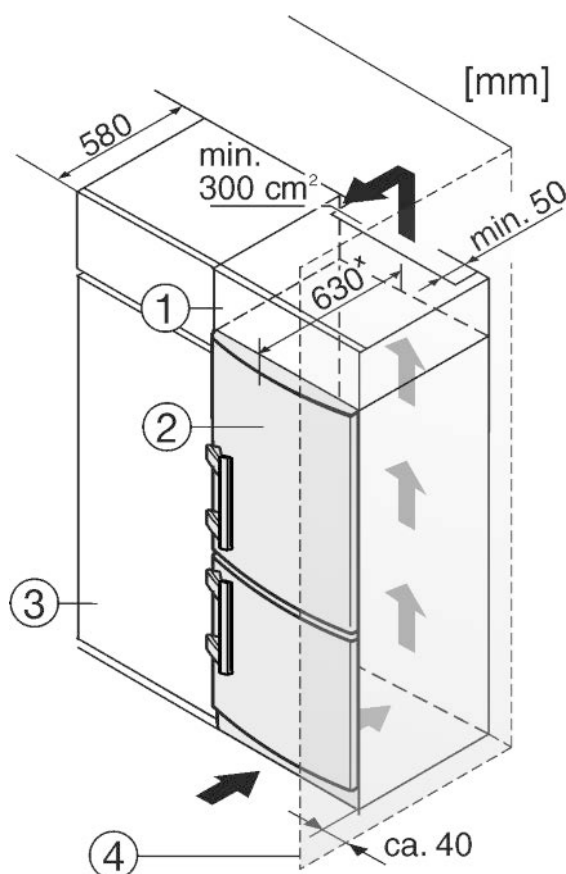

Fig. 9
(1) Колонна на столешницу
(2) Устройство
(3) Кухонный шкаф
(4) Стена
Устройство может быть окружено предметами кухонной обстановки. Чтобы уравнивать устройство *Fig. 9 (2)* по высоте с кухонной стенкой, можно установить над устройством соответствующий дополнительный шкафчик *Fig. 9 (1)*.
При комбинировании с кухонными шкафами (глубина макс. 580 мм) устройство можно установить непосредственно рядом с кухонным шкафом *Fig. 9 (3)*. Устройство выступает сбоку на 34 мм* и по центру на 50 мм* относительно передней стенки кухонного шкафа.
Если устройство установлено на шарнирах у стены *Fig. 9 (4)*, то расстояние между устройством и стеной должно быть не менее 40 мм. Настолько выступает ручка при открытой дверце.